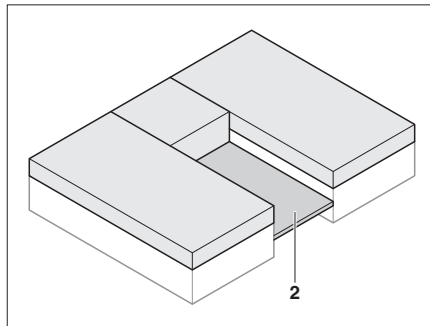

Fig. 76 Extraer el somier
- Extraer el somier (Fig. 76,2) entre las camas individuales.